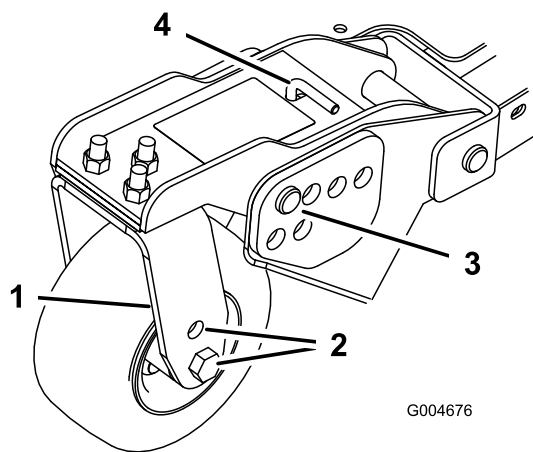
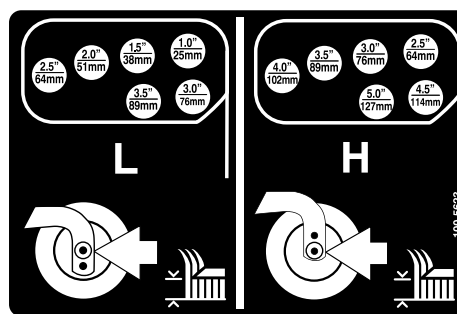

図 21
図 22
1. 全部のキャストホイールの軸をキャストフォークの同じ穴にセットどのキャストフォークもで同じ高さの穴に統一する 図 19 と 図 21。
6. キャスタピボットアームからヘアピンコッターとクレビスピンを抜き取る 図 21。
7. テンションロッドを回してピボットアームの上下位置を調整し、刈り込みデッキのフレームの希望高さブラケットに合わせる 図 21 と 図 22。